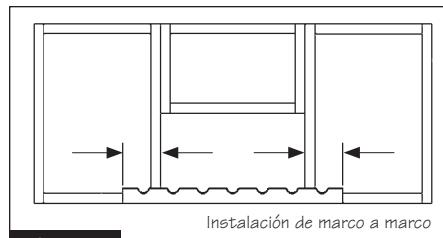

Figura 5
- 24" DE ANCHO:** Necesita hacer contramarcos tanto en la unidad frontal como en la posterior. Sostenga la unidad contra los lados o los marcos del gabinete de modo que quede centrada en la abertura de 24". Marque el lugar en donde cada uno de los extremos de la unidad se superponen con los lados o los marcos del gabinete. Haga un corte en las marcas de cada extremo. Asegúrese de cortar las unidades exactamente igual a fin de que las botellas de vino queden alineadas después de la instalación. Vea la figura 5.